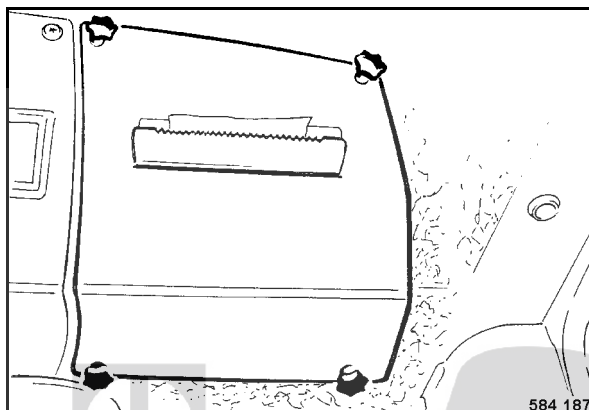

Fig. 102
- Dévisser les poignées en étoile (Fig. 102) et retirer le cache.